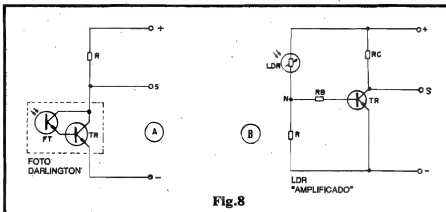

Fig. 8
- FIG. 8 - "QUERENDO MAIS" DOS FOTO-SENSORES - Nas figuras e exemplos anteriores, vimos - em termos simples e diretos - como funcionam os foto-sensores mais comuns, e como "extrair" deles o sinal elétrico correspondente à sua "visão" da luminosidade que os atinge... Em muitas circunstâncias circuitais, contudo, o nível, a excursão ou a intensidade dos sinais já "eletricamente traduzidos", não se mostra suficiente para as aplicações
tor bipolar comum, de alto ganho, disposto em polarização inversa... Nessa condição o LED age, basicamente, como um diodo comum, praticamente vedando a passagem de qualquer Corrente "medível", à base de TR... Se, entretanto, forte luminosidade atingir o LED, um sensível aumento na sua Corrente de "fuga inversa", ocorre, com o que TR passa a receber "alguma" polarização de base, cujo resultado (após o processamento pelo ganho do dito transistor...) é uma também: nítida (ainda que pequena...) modificação na sua Tensão de coletor! Nada mais, nada menos que... um FOTO-TRANSISTOR, "feito" com um LED e um transistor comum...! O arranjo, simples e barato (frequentemente de custo menor do que o apresentado por um foto-transistor "mesmo"...!) pode ser utilizado, na prática, em inúmeros circuitos ou aplicações simples... Norem que nada impede a realização de um "reforço" nas manifestações, simplesmente usando a configuração Darlington sugerida na fig. 8-A, adaptando-a ao arranjo mostrado na fi. 9! Basta considerar o conjunto LED/TR como se fosse um mero foto-transistor, e anexar outro transistor bipolar, estruturando um foto-Darlington, tão "usável" quanto qualquer outro foto-sensor...